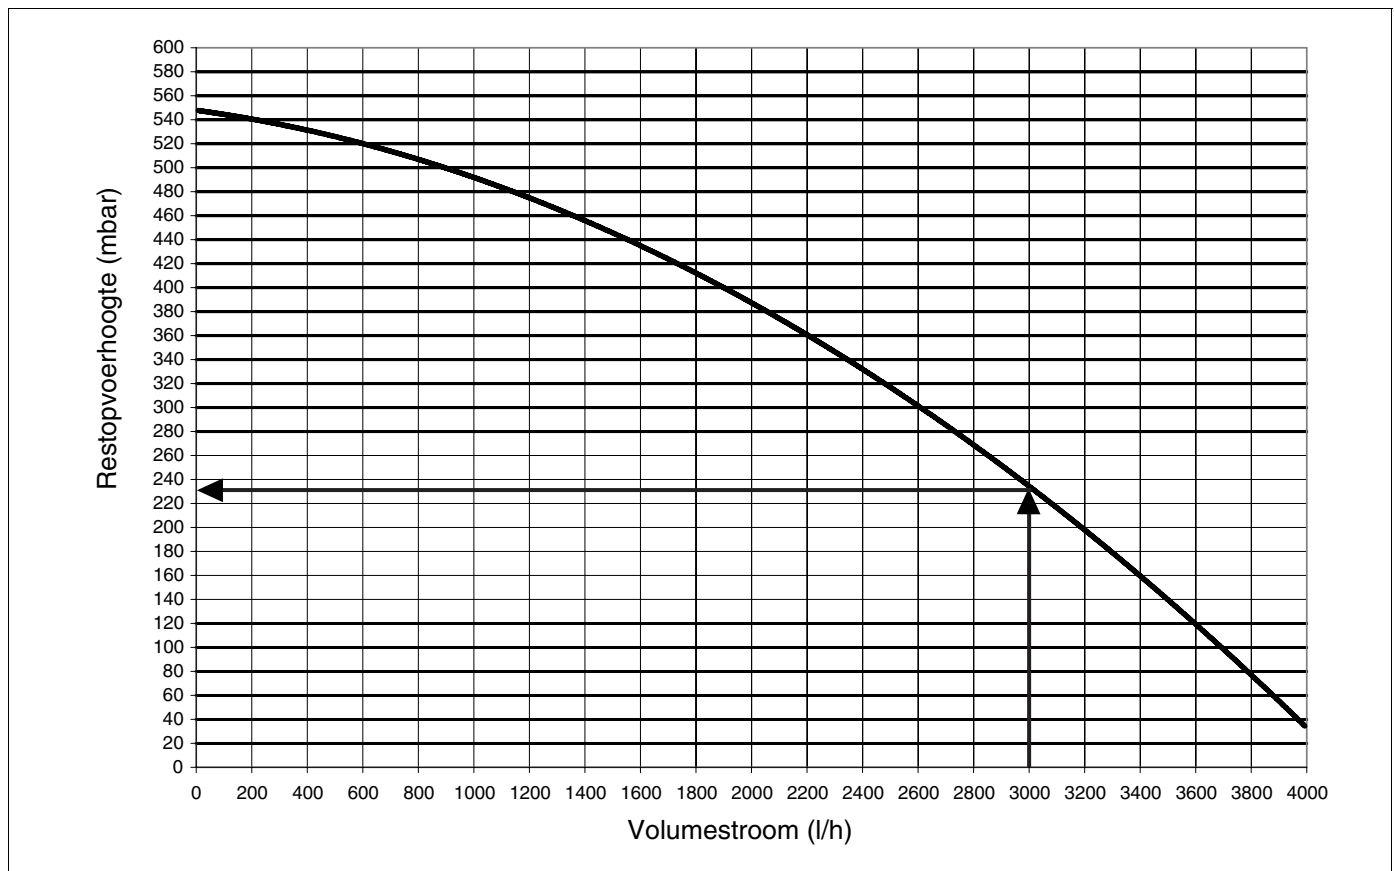

fig. 11 Restopvoerhoogte Nefit TopLine scheidingsunit 70 kW
- Beoordeel aan de hand van tabel 1 de diameter van de secundaire boileransluitleidingen. De waarden in tabel 1 zijn praktische waarden voor die gevallen waarin de boiler direct naast de Nefit TopLine scheidingsunit is geplaatst. In fig. 11 is de restopvoerhoogte van de Nefit TopLine scheidingsunit 70 kW grafisch weergegeven. Deze grafiek kan worden gebruikt voor een nauwkeuriger selectie van de boiler en leidingberekening.